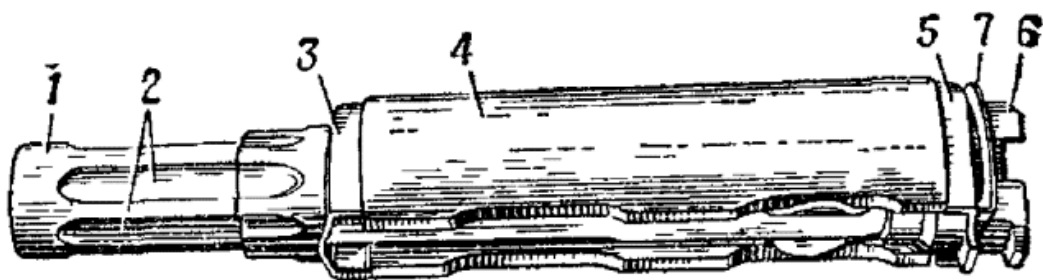

Рис. 40. Газовая трубка со ствольной накладкой
20. Газовая трубка со ствольной накладкой (рис. 40) состоит из газовой трубки, передней и задней соединительных муфт, ствольной накладки, металлического полукольца и пластинчатой пружины.